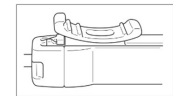

Figura 10: Bloqueo adicional activado
- o Cuando el dispositivo de desplazamiento del orificio de ventilación de la aspiración supera el tope distal, este activa la función de bloqueo, por lo que el tubo de aspiración se bloquea en la posición de extensión máxima. En esta posición, el tubo de aspiración bloquea el cabezal de irrigación mediante pulverización y el dispositivo funciona únicamente como instrumento de aspiración (figura 10).